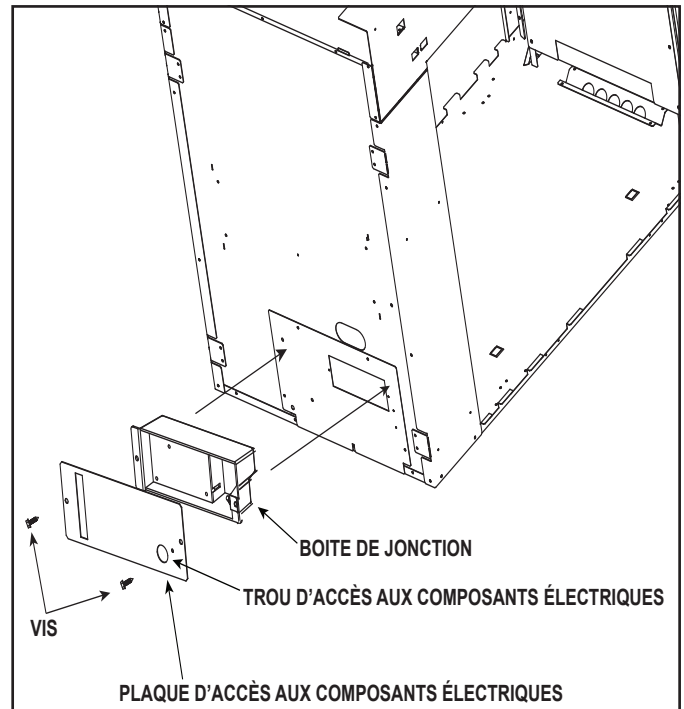

Figure 8.1 Détails de la boîte de jonction
- Introduisez les fils électriques depuis l'extérieur de l'appareil par cette ouverture jusqu'au compartiment de la valve et fixez-les avec un connecteur Romex. Voir la figure 8.1.